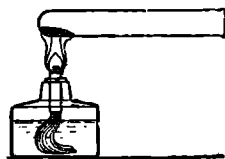

Рис. 9.
■ **Опыт 1.** Нагрейте в пробирке очень немного (рис. 9) зеленого порошка — *углемедной соли* (встречается в природе в виде минерала малахита). Держите пробирку горизонтально и наблюдайте происходящие явления. ■